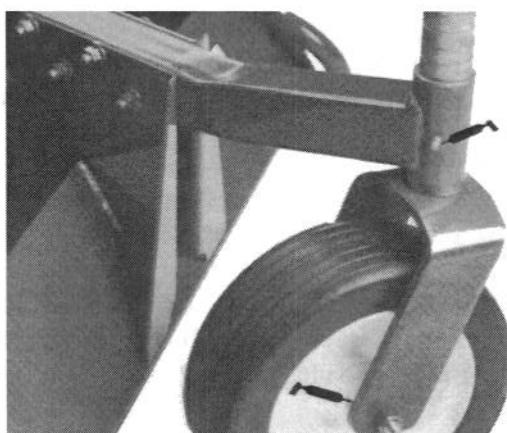
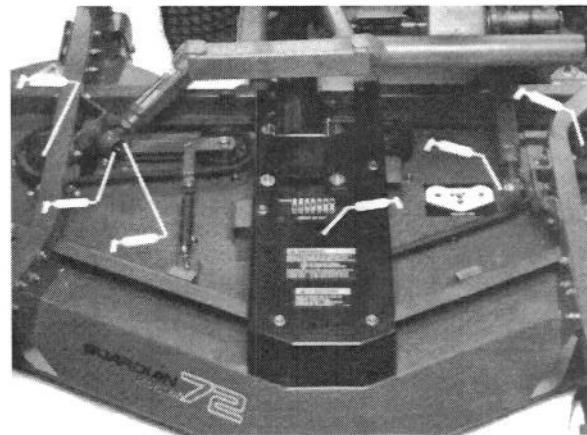

Figure 5
Figure 7
#### GRAISSAGE DES ROULEMENTS, DES MANCHONS ET DU BOITIER D'ENGRENAGES (Fig. 5–8)
1. Les roulements et les manchons suivants de l'unité de coupe doivent être graissés: manchons de l'axe de pivot avant (Fig. 5); roulements des roues pivotantes ((Fig. 5 & 6); roulements des axes de lames (Fig. 7): pivot du bras de la poulie de tension (Fig. 7) et articulations à rotule droite et gauche (Fig. 7).